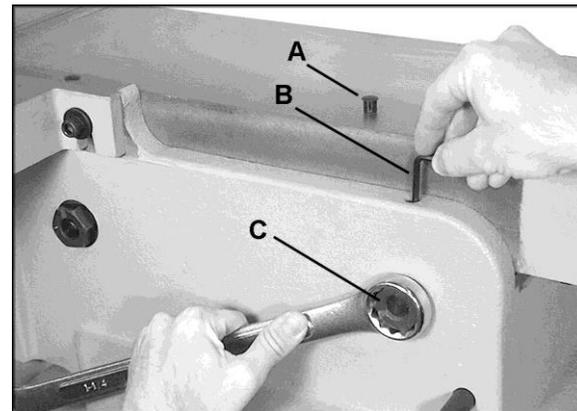

Figura 22
en el frente y dos en la parte de atrás. (C1, La Figura 22 muestra una de estas).
10. En el área de la mesa donde se debe realizar el ajuste, palanquee hacia afuera la tapa del orificio (A, Figura 22).
11. Hay dos tornillos de ajuste en el orificio. Inserte una llave allen de 4 mm (B, Figura 22) en el orificio y afloje el tornillo superior girando la llave allen en sentido antihorario. Retire el tornillo superior del orificio.
13. Aplique un torque a la tuerca hexagonal (C1, Figura 22) con una llave de 1-1/4". **Este ajuste es sensible y debería ser hecha en pequeños incrementos.**
NOTA: La rotación es diferente para las tuercas de rosca derecha e izquierda; la tuerca de rosca derecha (C1) mostrada en la Figura 22, será girada en el sentido horario para elevar ese área de la mesa, o en el sentido antihorario para bajar esa área de la mesa. La tuerca de rosca izquierda (C2) mostrada en la Figura 22, sería rotada de manera opuesta.
15. Si el ajuste es satisfactorio con las mesas ahora coplanares a la cabeza de corte, entonces se puede proceder a ajustar el tornillo de ajuste inferior con la llave allen (B, Figura 22).
17. Inserte nuevamente la tapa (A, Figura 22) para proteger al orificio del polvo y restos.